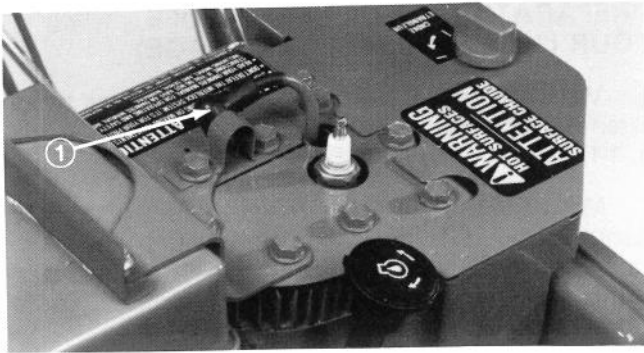

Figure 36
2. Débranchez le câble à haute tension de la bougie (Fig. 36) et enlevez la bougie de la culasse.
4. Raccordez la câble à haute tension à la bougie (Fig. 36).